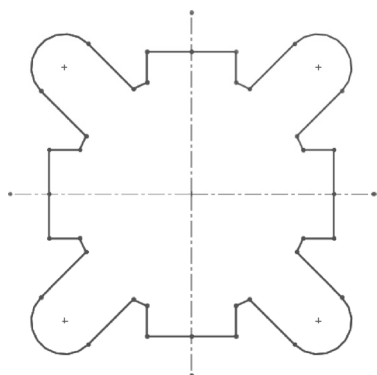

图 2-13 最终生成的气缸体截面草图
**09** 保存草图。单击“退出草图”按钮, 单击“快速访问”工具栏中的“保存”按钮, 将文件保存为“气缸体截面草图.sldprt”, 最终生成的气缸截面草图如图 2-13 所示。